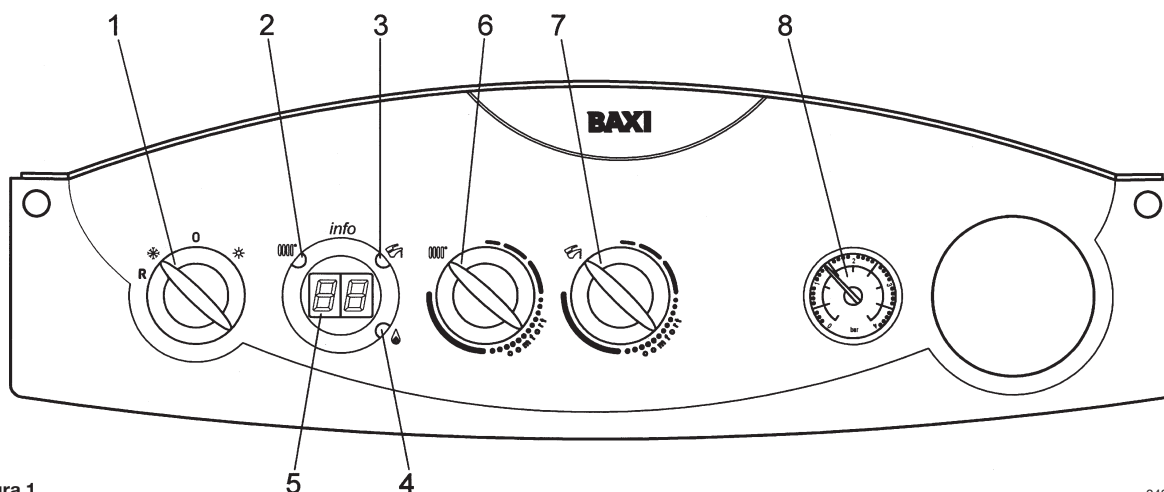

Figura 1
**IMPORTANTE:** Verificare periodicamente che la pressione, letta sul manometro (8 - figura 1), ad impianto freddo, sia di 1 - 1,5 bar. In caso di sovrappressione agire sul rubinetto di scarico caldaia. Nel caso sia inferiore agire sul rubinetto di caricamento della caldaia (figura 4a o 4b).